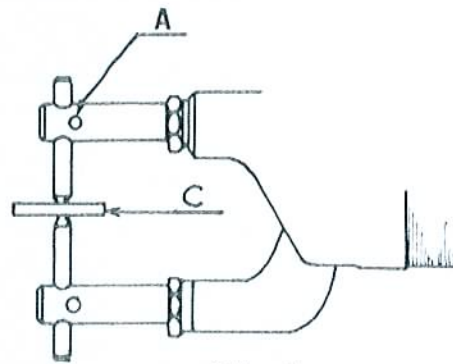

Abb. 4
d) Wenn die Elektrodenhalter genau parallel sind, den Keil wieder festklemmen. (Abb. 4).